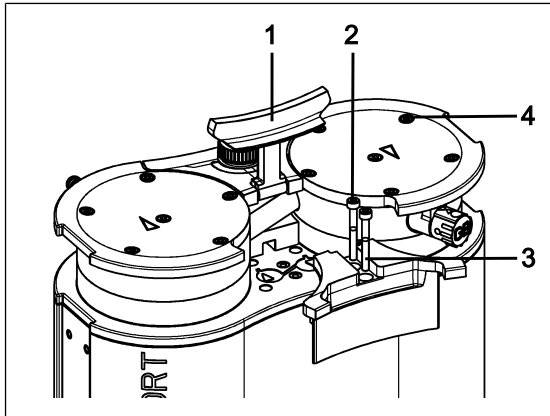

Fig.8: Smontaggio della copertura
1. Portare l'impugnatura (1/Fig. 8) in posizione verticale.
2. Allentare le viti (2/Fig. 8) della copertura (3/Fig. 8).
3. Rimuovere la copertura (3/Fig. 8).
4. Allentare le viti con testa esterne (4/Fig. 8).
1. Contrassegnare la piastra di spinta (2), il coperchio testa (3) e la piastra intermedia (6) con un tratto a matita continuo. In tale modo si preverrà un successivo montaggio errato delle parti.
2. Allentare le viti esterne (4/ Fig. 8) dalle teste della pompa.
1. Portare le membrane (7) in posizione centrale.
2. Spingere completamente il bordo della membrana (7). Spingere la membrana (7) solo su una testa della pompa.
3. Applicare la piastra intermedia (6), con le piastre portavalvola/le guarnizioni (4), in corrispondenza del tratto a matita sull'alloggiamento.
4. Applicare il coperchio testa (3) in corrispondenza della spina di registro (5) sulla piastra intermedia (6).
5. Applicare la piastra di spinta (2) in corrispondenza del tratto a matita sul coperchio testa.
7. Serrare la vite (1) al centro della piastra di spinta (coppia di serraggio: 1 Nm).
9. Applicare le teste della pompa (composte da coperchio testa (3), piastra intermedia (6), con le piastre portavalvola/le guarnizioni (4) e la piastra di spinta (2)), assieme al tubo di allacciamento, in corrispondenza del tratto a matita sulla carcassa della pompa.
10. Montare la copertura impugnatura (3/Fig. 8).
11. Serrare le viti (2/Fig. 8) della copertura impugnatura (3/ Fig. 8) (coppia di serraggio: 2 Nm).